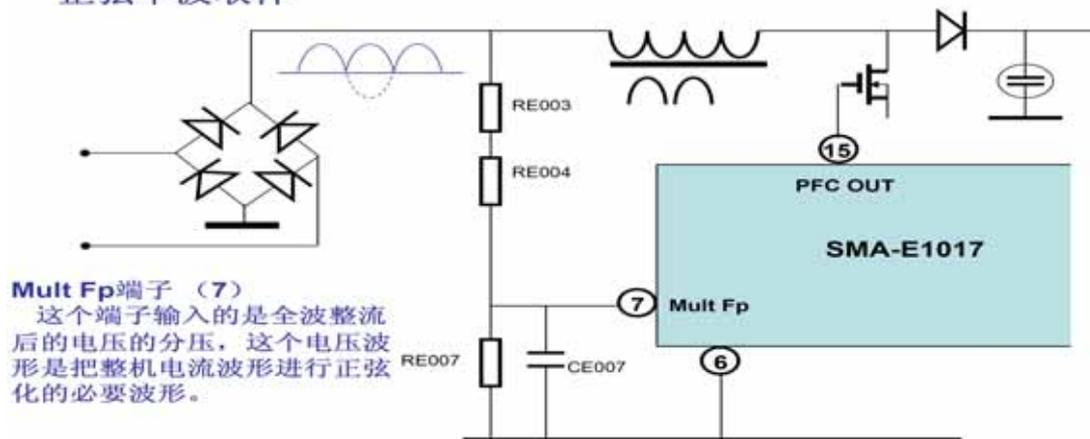

图 5 电压取样输入
**#7 脚：**该脚是 PFC 部分正弦半波波形取样输入，参见图 5。该脚接在串联分压电阻 RE003、RE004、RE007 的分压点上，其分压点上的电压波形即是整流桥堆输出的波形（因为整流后无滤波电容，所以波形是正弦半波）。该波形经电阻取样输入 NE001（SMA-E1017）的 #7 脚，NE001 内部的激励电路以此波形为依据控制斩波管 QE001、QE002，使斩波电流的包络和此电压波形形状相同。